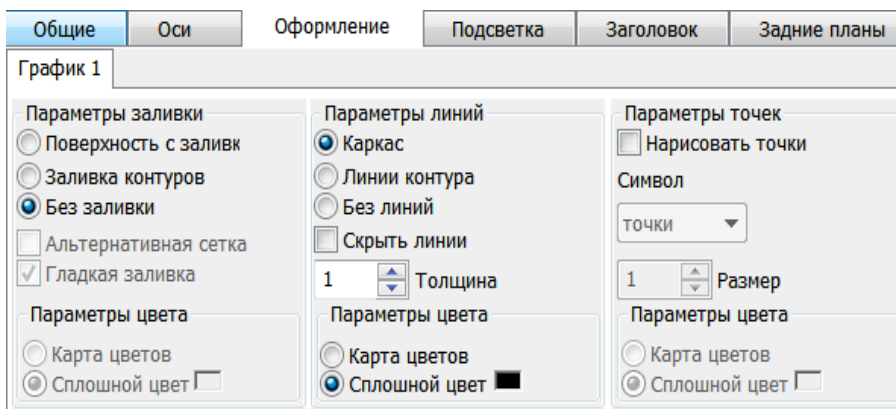

Рис. 4.9. Вид вкладки **Оформление**
3) **Оформление (Appearance)** – здесь расположены области, в которых сосредоточены опции форматирования диаграмм (рис. 4.9).